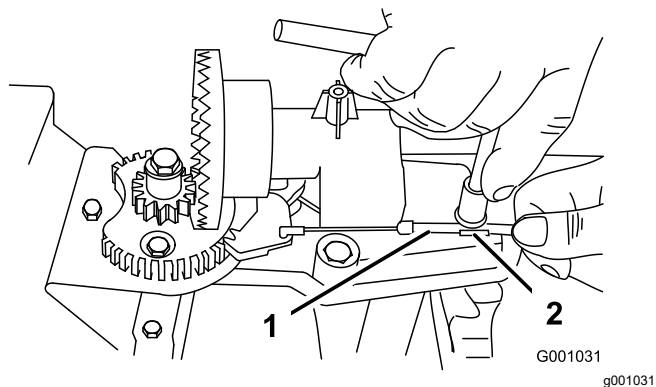
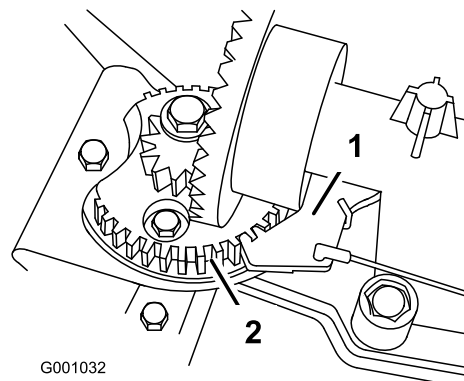

Figura 40
Figura 41
2. Allentate il bullone sul serrafilo per cavi (Figura 40).
3. Afferrate la guaina del cavo e spostatela verso la parte anteriore della macchina fino a quando il fermo del camino di scarico non si innesta completamente nei denti degli ingranaggi (Figura 40 e Figura 41).
Nota: Il fermo è caricato a molla e si sposta naturalmente nei denti degli ingranaggi (Figura 41).